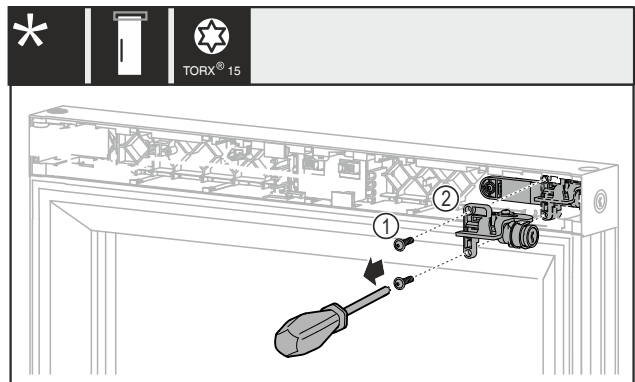

Fig. 11
- Schrauben Fig. 11 (1) entfernen.
- Mechanisches Schloss Fig. 11 (2) abnehmen.